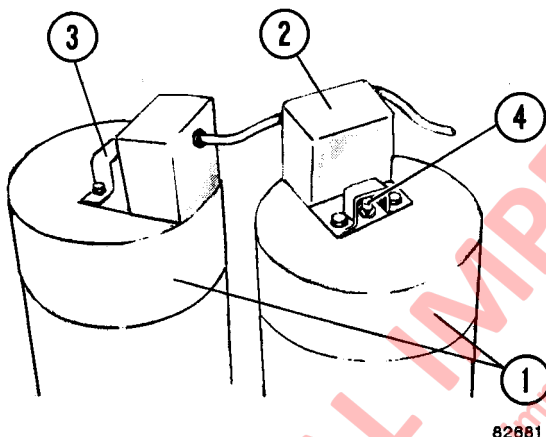

FIGURA 6-2. VALVULAS DE CARGA
2. Saque la protección de la válvula de carga (3, Figura 6-2) y suelte el hexágono pequeño en la válvula de carga (4), tres giros completos. Presione el núcleo de la válvula hasta aliviar toda la presión de nitrógeno.